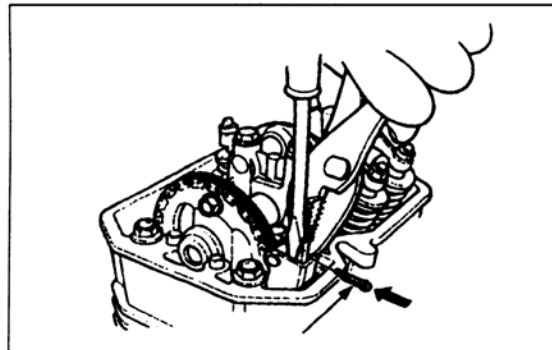

Bild 95
- Um Steuerkettenspanner zu entlasten, mit Schraubendreher Spannkeil eindrücken und Arretierungskeil mit Kombizange herausziehen, bis Arretierungskeil mit 2 mm-Stift festgelegt werden kann (Bild 95).